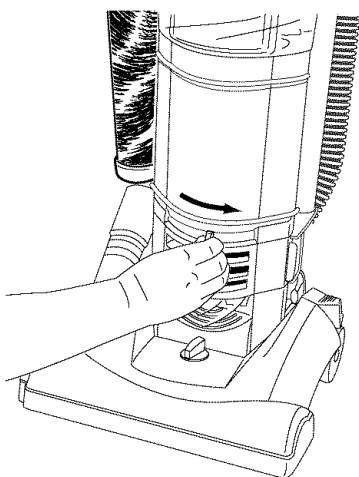

FIG. 13
**Step 4:** Reposition dust cup in cleaner body and secure by moving lever from left to right (FIG. 13).
**Étape 4 :** Repositionner le réceptacle à poussière sur l'aspirateur et le fixer en déplaçant le levier de gauche à droite (FIG. 13).
**Paso 4:** Reposicione el recipiente para polvo en el cuerpo de la aspiradora y sujételo moviendo la palanca de izquierda a derecha (FIG. 13).